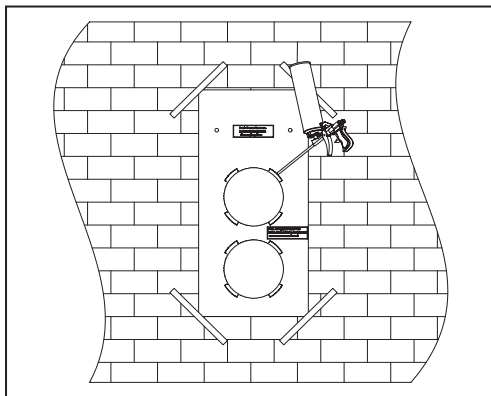

Рис. 7.
5. Вставьте воздухопроводы в отверстия шаблона для воздухопроводов; затем уплотните их монтажной пеной через технологические отверстия в шаблоне, рис. 7. Воздуховоды установите с наклоном вниз 2-3% в сторону улицы для отвода конденсата, который может образовываться в процессе работы установки.
5. Вставьте воздуховоды в отверстия шаблона для воздуховодов и уплотните их монтажной пеной через технологические отверстия в шаблоне, рис. 7. Воздуховоды установите с наклоном 3% вниз в сторону улицы для отвода конденсата.